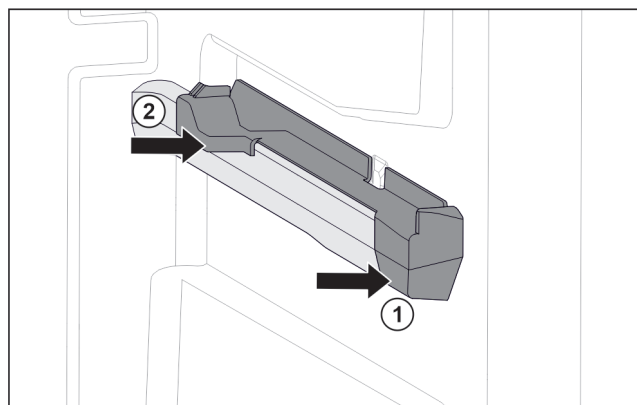

Fig. 85 Elemento inseribile sulla nervatura destra del contenitore
- ▶ Posizionare l'elemento inseribile sulla parte anteriore della nervatura del contenitore. Fig. 85 (1)
- ▶ Premere l'elemento inseribile sulla parte posteriore. Fig. 85 (2)